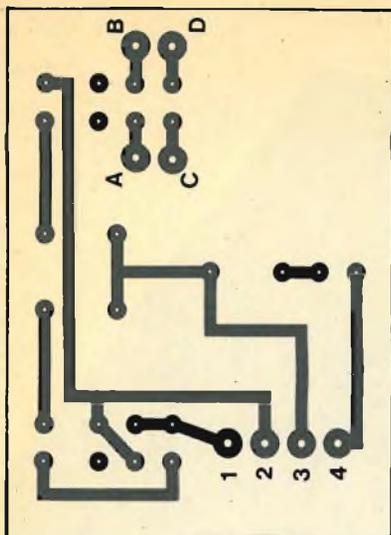
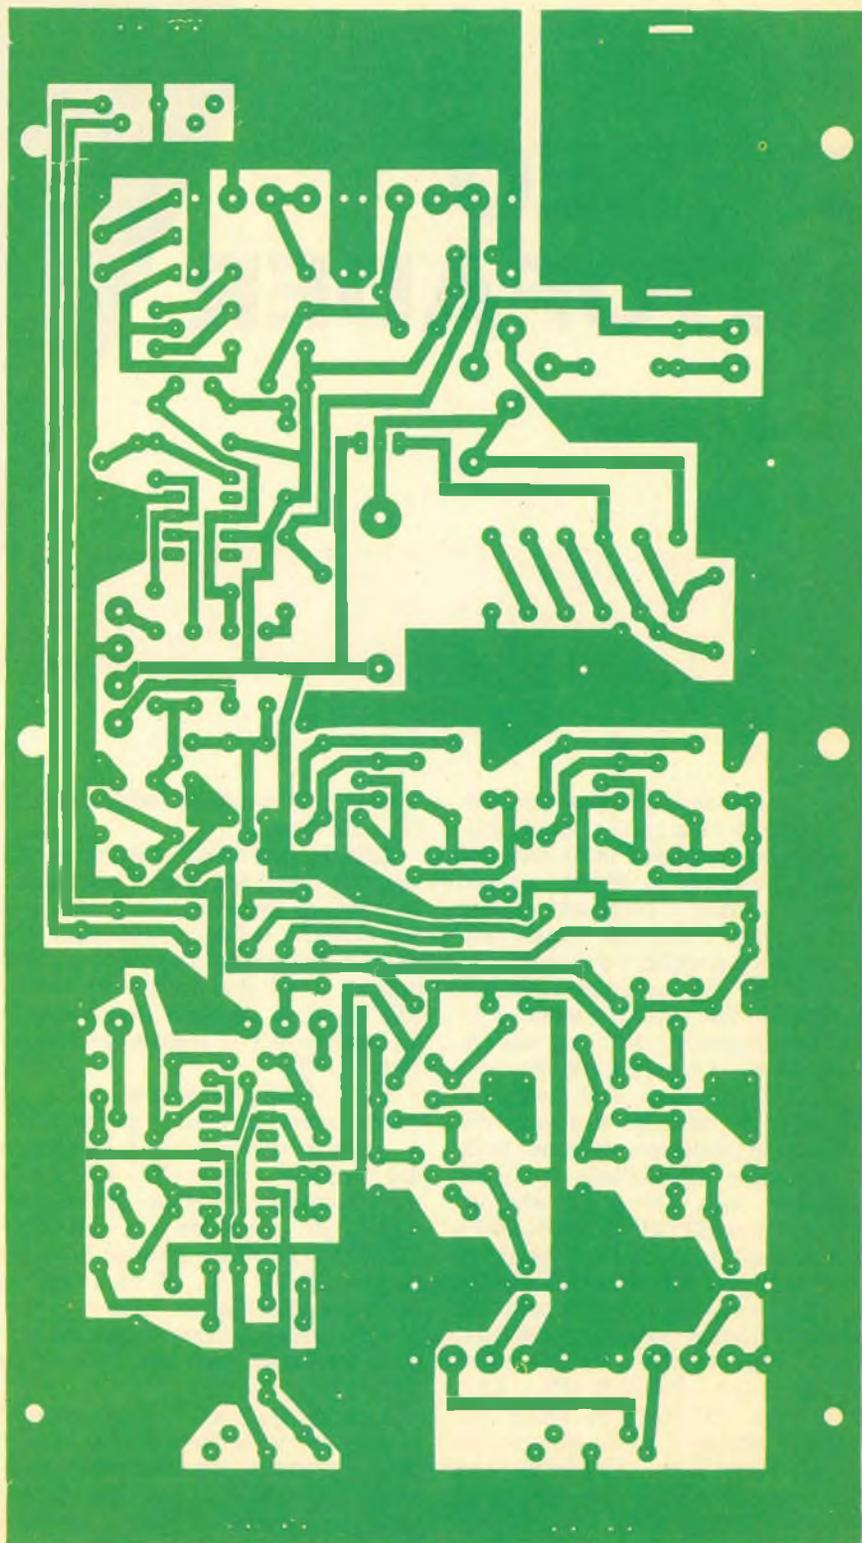

Fig. 1 - Disegno in grandezza naturale delle piste ramate della basetta stampata ausiliaria CS1.
Fig. 2 - Disegno in grandezza naturale delle piste ramate della basetta stampata principale CS2.
1) Allestimento delle due basette stampate. In fig. 1 ed in fig. 2 sono riportati